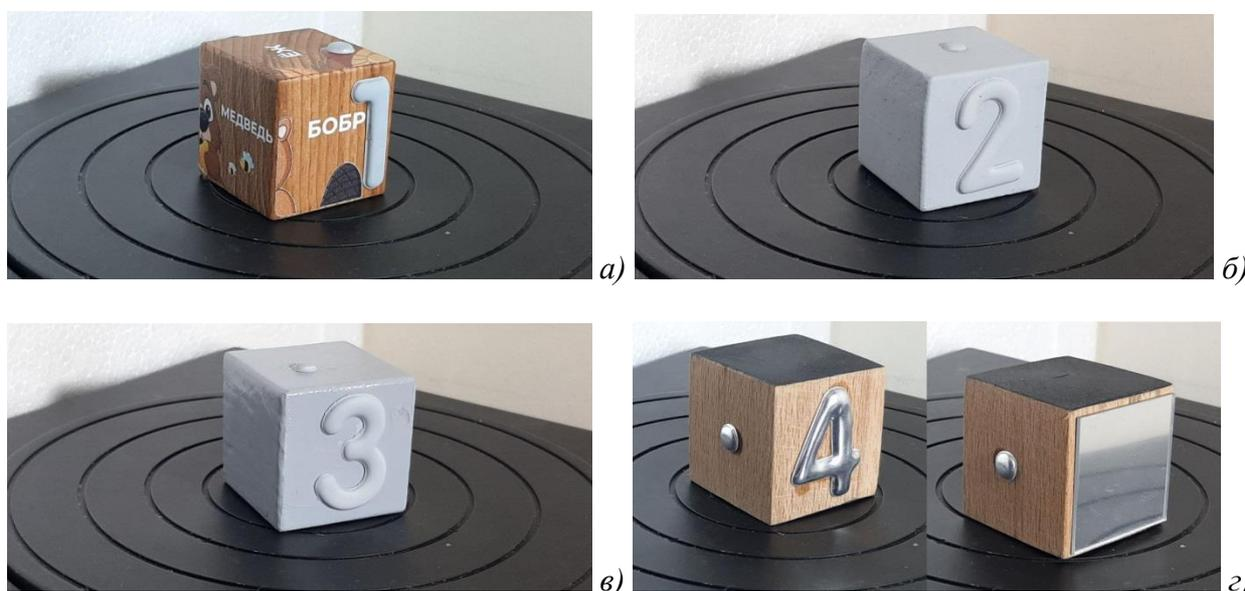

Рисунок 1.1 Модели для сканирования, где
- Набор моделей для сканирования (Рисунок 1.1).